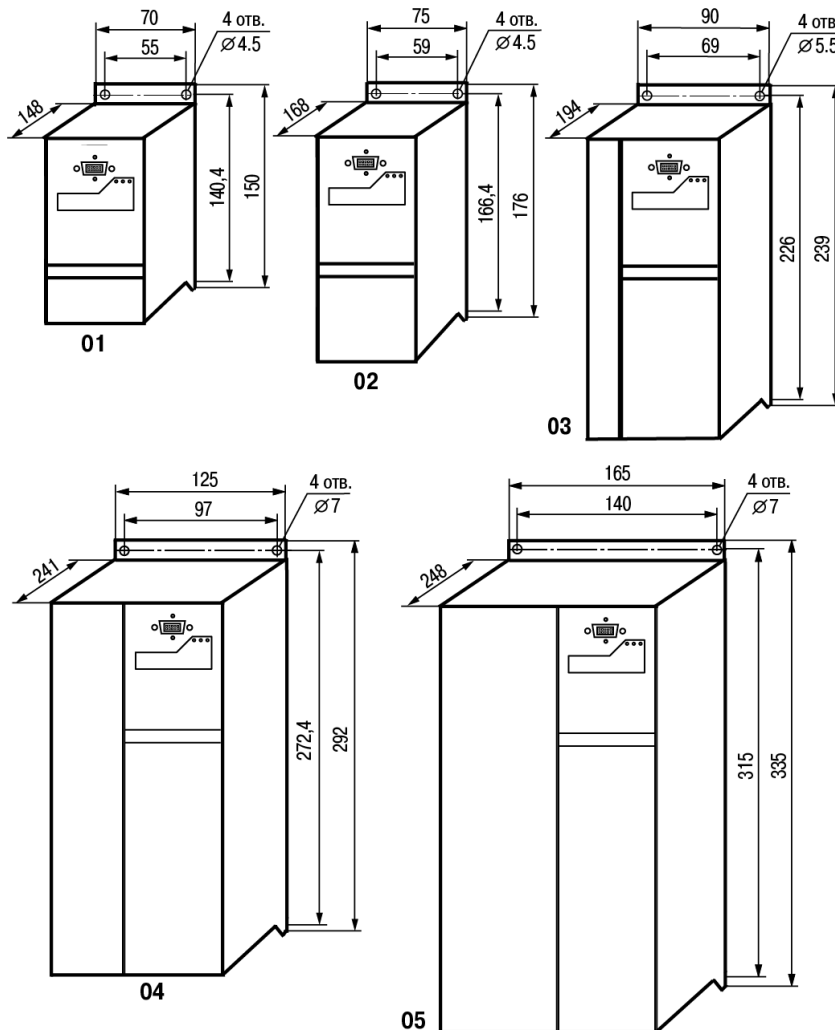

Рисунок 5.1 – Габаритні та установчі розміри пристрою
1. Підготувати у монтажній шафі місце згідно з габаритними кресленнями (див. рисунок 5.1).